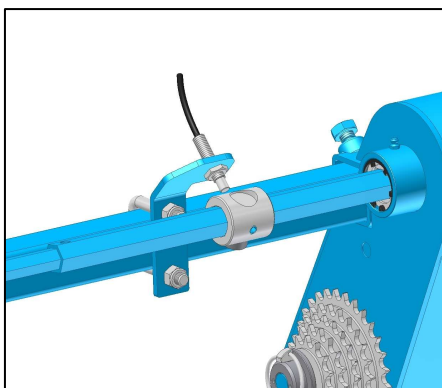
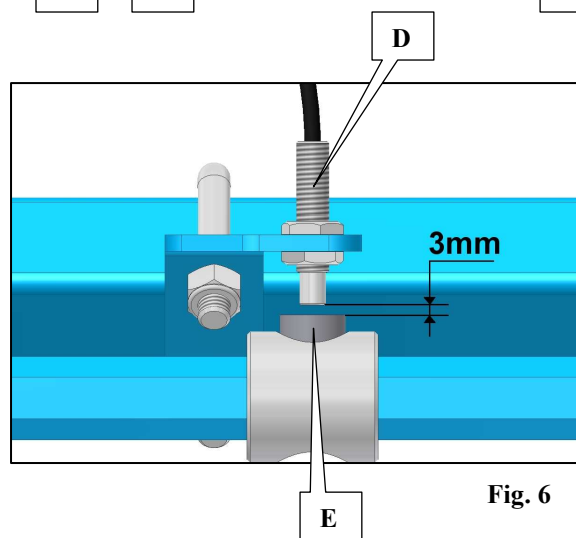

Fig. 5
Fig. 6
- Effectuer le montage du capteur (fig.5).
- Monter le capteur (D fig. 5). Contrôler qu'il se trouve bien à 3mm de l'aimant (E fig. 6).
- Assemble the sensor (D fig. 6). Check that it is 3mm from the magnet (E fig. 6).
- Den Sensor montieren (D, Abb. 6). Prüfen, dass er sich in 3mm Abstand zum Magneten befindet (E, Abb. 6).